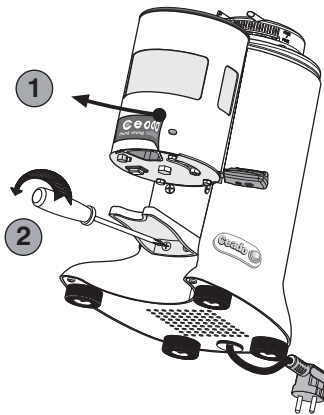

Fig. 13
- 1 Quitar el adhesivo Ceado del dosificador (1, Fig. 13) y desmontar la horquilla de apoyo
desatornillando los tornillos de fijación (2, Fig. 13). Conservar estos últimos en un lugar seguro.